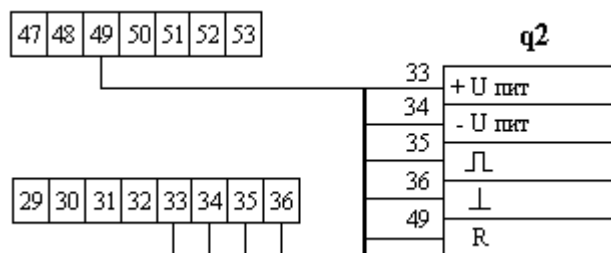

Рис. 4 Схема подключения преобразователя расхода q2 при измерении тепловой энергии в режиме «З» (зима/лето).
3. При использовании алгоритма «3 – зима/лето» для вычисления тепловой энергии, схема подключения преобразователя расхода q2 представлена на рис. 4 настоящего приложения.